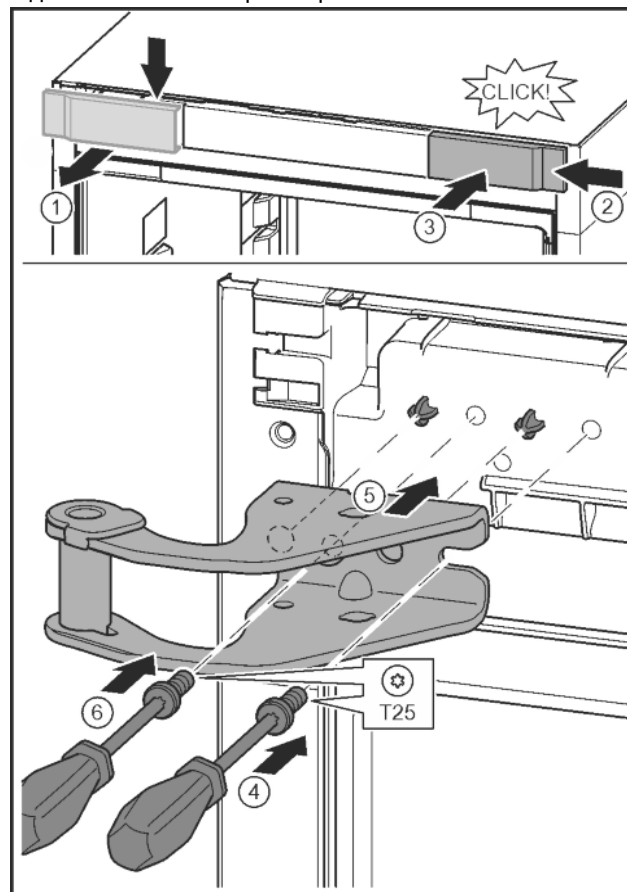

Fig. 10
- ▶ Відпустіть кришку та зніміть збоку. Fig. 10 (1)
- ▶ Почепіть кришку, що повернута на 180°, з іншого боку праворуч. Fig. 10 (2)
- ▶ Зафіксуйте кришку. Fig. 10 (3)
- ▶ Встановіть гвинт за допомогою викрутки T25. Fig. 10 (4)
- ▶ Встановіть верхній опорний кронштейн. Fig. 10 (5)
- ▶ Закрутіть гвинт. Fig. 10 (4)
- ▶ Встановіть та закрутіть гвинт за допомогою викрутки T25. Fig. 10 (6)